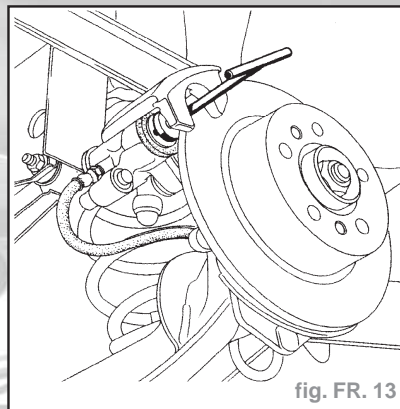

fig. FR. 13
- Basculer l'étrier autour de la colonne primaire (B).
- Repousser le piston en le vissant à l'aide de l'outil **Fre. 1190** jusqu'à ce qu'il soit au fond de son alésage (fig. FR. 13).